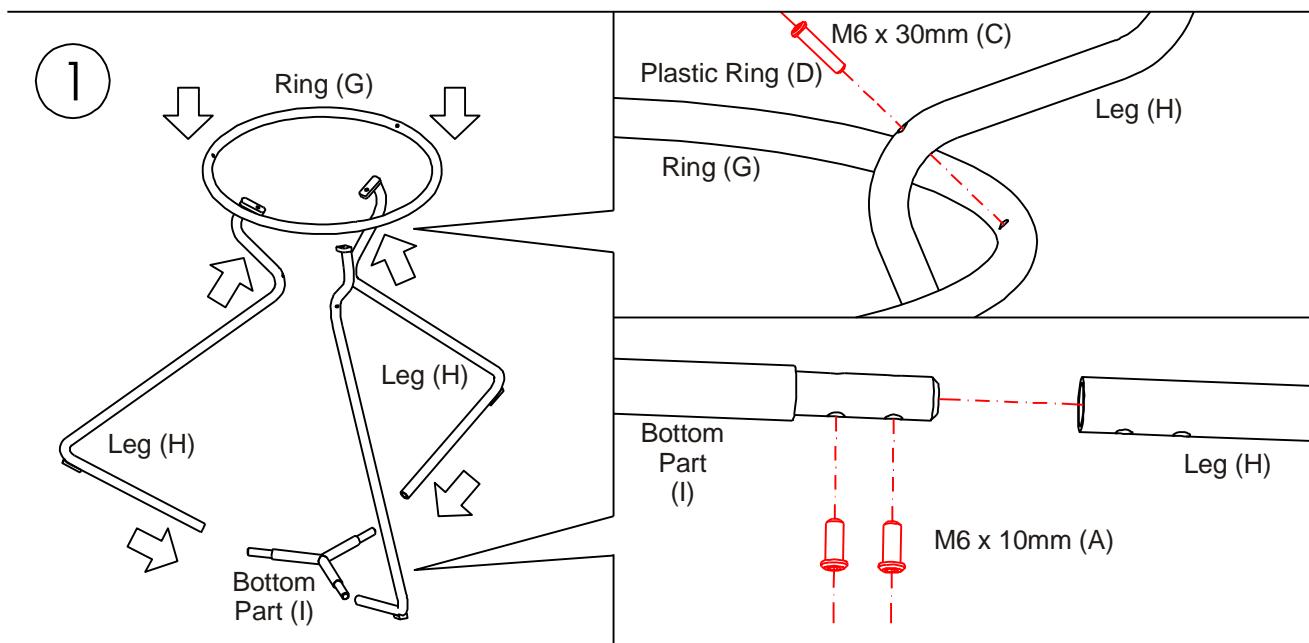

Figure 1 / Figura 1
1. Attach the Triangle Base (I) with 2 pcs of the Leg (H) by inserting the end of the Triangle Base (I) to the Leg (H). Insert 4 pcs of Bolts (A) to secure the connection. Lightly tighten with Allen Key (E) provided. Attach the Ring (G) with the Leg (H), insert 2 pcs of Bolts (C) with Plastic Rings (D) to secure it. Lightly tighten with the Allen Key (E). Attach 1 pc of the Leg (H) to the assembly Leg (H), Triangle Base (I) and Ring (D) and secure the connection using Bolts (A) and Bolts (C) with Plastic Ring (D) then lightly tighten with Allen Key (E) as shown on the figure 1.
1. Fixer la base triangulaire (I) avec 2 pieds (H) en insérant l'extrémité de la base triangulaire (I) dans le pied (H). Insérer 4 boulons (A) pour bien le raccordement. Serrer légèrement à l'aide de la clé hexagonale (E) fournie. Fixer la bague (G) sur le pied (H), insérer 2 boulons (C) avec les bagues en plastique (D) pour la bien fixer. Serrer légèrement à l'aide de la clé hexagonale (E). Fixer 1 pied (H) sur le pied d'assemblage (H), la base triangulaire (I) et la bague (D) et bien fixer le raccordement avec les boulons (A) et les boulons (C) et la bague en plastique (D) et serrer légèrement à l'aide de la clé hexagonale (E) comme illustré dans la figure 1.